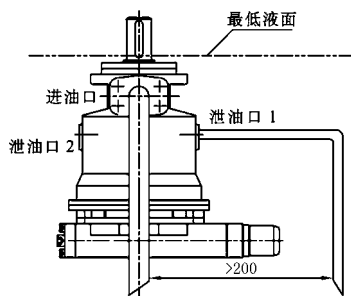

图 1
a) 当油箱的最低液面高于或等于安装法兰面时，将泄油口 2 堵死，而将泄油口 1 和进油口打开，建议按图 1 配管。